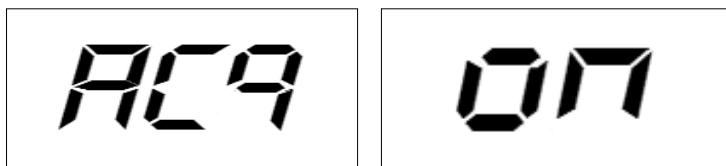

Figura F3.10 - Mensagem “Função de aquisição ativada”
- 2) Defina a função de aquisição pressionando a tecla [P2]  até que a janela esquerda exiba as letras de ACq, conforme mostrado na Figura F3.10. Este modo é o padrão quando a máquina está ligada